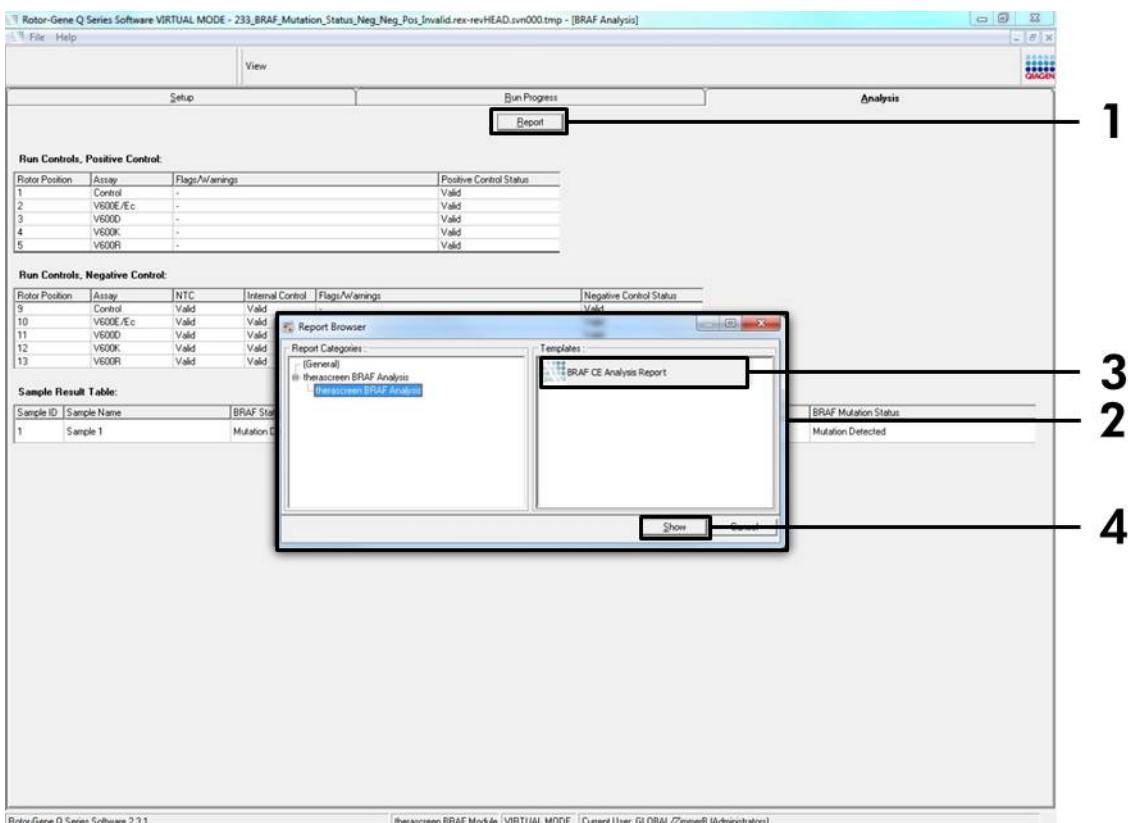

Ilustración 20. Selección del informe de análisis de BRAF CE ("BRAF CE Analysis Report")
18. Si lo desea, puede generar archivos de informe haciendo clic en el botón "Report" (Informe). Aparecerá la ventana "Report Browser" (Explorador de informes). En el apartado "Templates" (Moldes), seleccione "BRAF CE Analysis Report" (Informe del análisis de BRAF CE) y luego haga clic en el botón "Show" (Mostrar) (ilustración 20).